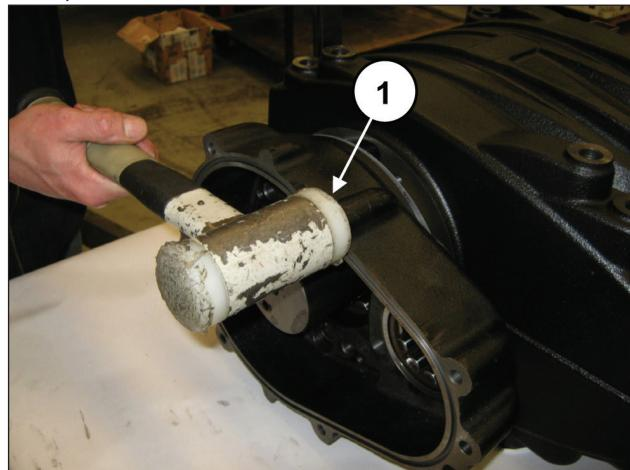

图 65
安装齿轮减速箱 (及相应密封圈) · 可使用锤子 (①, 图 65)。